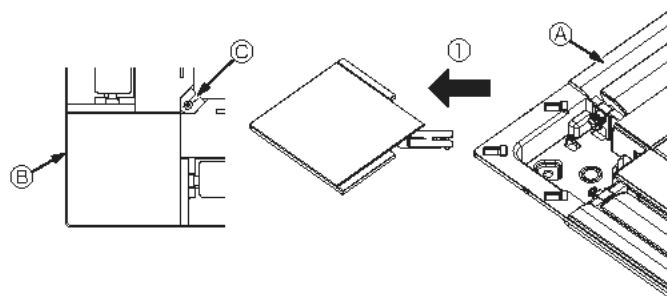

Fig. 10-4
10.2.2. Αφαίρεση του γωνιακού πλαισίου (Fig. 10-4)